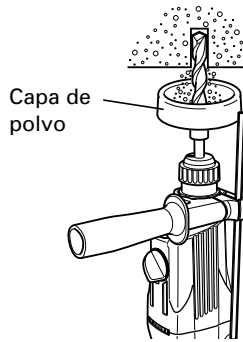

**Fig. 2**
**6. Montaje de la broca (Fig. 2)**
- (1) Para colocar una broca (SDS más vástago), tire completamente de la empuñadura en el sentido de la flecha como se muestra en la Fig. 2 e inserte profundamente la broca girándola.
- (2) Al soltar la empuñadura, la broca quedará asegurada.
- (3) Para extraer la broca, tire completamente de la empuñadura en el sentido de la flecha y tire hacia afuera de la broca.